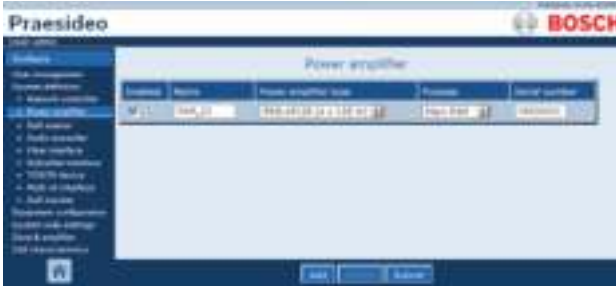

рисунок 43.7: Добавление усилителя мощности, шаг 4
- 4 Нажмите кнопку *OK* для добавления усилителя мощности в список усилителей мощности системы. В основной части веб-интерфейса откроется экран, подобный экрану, приведенному на рисунок 43.7.